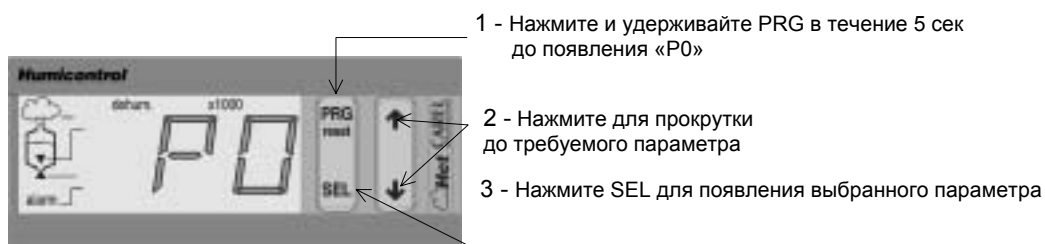

Рис. 7.2.1
1. Нажмите и удерживайте кнопку PRG в течение 5 сек до появления кода P0, представляющего первый параметр (см. рис. 7.2.1);